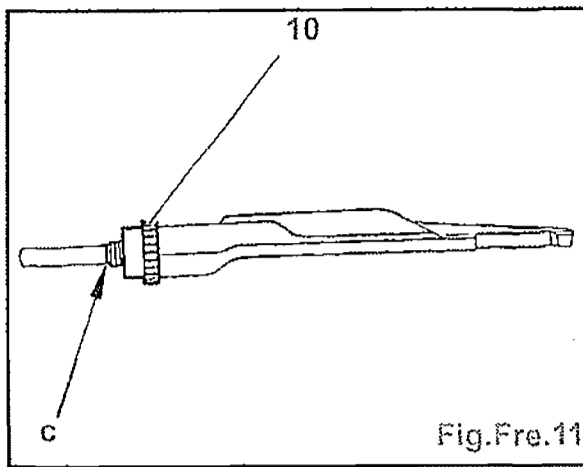

Fig.Fre.11
- le ressort de maintien (4) du segment avant,
- le câble de frein à main (5),
- Mettre la molette (10) en appui en (c) (Fig.Fre.11).